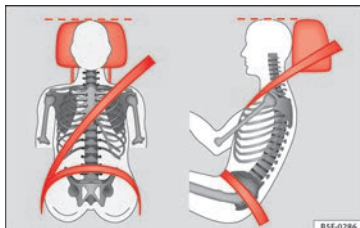

Fig. 84 Appuie-tête correctement réglé, vu de face et latéralement.
- Réglez l'appuie-tête de telle manière que son bord supérieur soit dans la mesure du possible à la même hauteur que la partie supérieure de votre tête, et au moins à la hauteur des yeux » **fig. 84.**